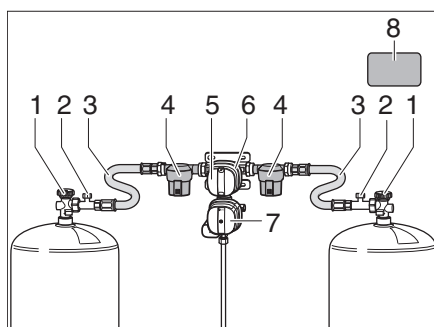
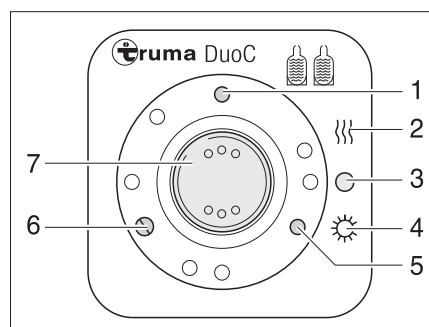
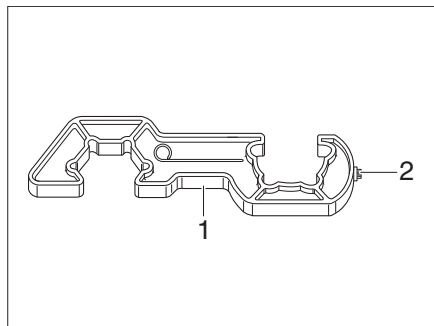
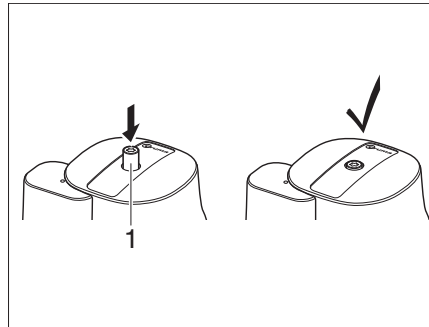

Fig. 70 Dispositif de commutation DuoControl
Fig. 71 Unité de commande
Fig. 73 Dispositif de vissage
Fig. 74 Crash-Sensor
Le dispositif de commutation DuoControl est constitué d'une robinetterie de commutation (Figure 70,6) et de l'unité de commande (Figure 71). La robinetterie de commutation est montée entre les flexibles de gaz (Figure 70,3). Avec le bouton rotatif (Figure 70,5) sur la robinetterie de commutation, on peut déterminer laquelle des bouteilles de gaz est la bouteille de service et quelle bouteille de gaz est utilisée comme bouteille de réserve.
La robinetterie de commutation (Figure 70,6) est équipée de l'installation de dégivrage du régulateur EisEx. On évite ainsi des dérangements de l'installation de gaz en hiver.
Avant la robinetterie de commutation se trouvent de chaque côté un filtre à gaz (Figure 70,4), lequel protège l'installation de gaz de l'encrassement par l'huile et des impuretés.
Seules les fonctions électriques peuvent être commandées sur l'unité de commande (Figure 71). Les robinets principaux des bouteilles de gaz (Figure 70,1) doivent être ouverts manuellement.
La robinetterie de commutation garantit une pression de gaz constante, indépendamment de la bouteille de gaz utilisée. Les deux voyants de contrôle sur l'unité de commande montrent le niveau de remplissage de la bouteille de service. Lorsque le voyant de contrôle vert (Figure 71,6) est allumé, la bouteille de service est pleine. Lorsque le voyant de contrôle rouge (Figure 71,5) est allumé, la bouteille de service est vide. L'alimentation en gaz se fait alors via la bouteille de réserve.
- Ouvrir les robinets principaux (Figure 70,1) sur les bouteilles de gaz.
- Avec le bouton rotatif (Figure 70,5) situé sur la robinetterie de commutation (Figure 70,6), sélectionner la bouteille de gaz à partir de laquelle le gaz sera utilisé principalement (bouteille de service). Toujours tourner le bouton rotatif à fond.
- Mettre le commutateur à bascule (Figure 71,7) sur "O" (Figure 71,3). Le voyant de contrôle jaune (Figure 71,1) s'éteint.
- Fermer les robinets principaux (Figure 70,1) sur les bouteilles de gaz.
Les voyants de contrôle de l'unité de commande (Figure 71,5 et 6) signalent à l'intérieur du véhicule si la bouteille de gaz est en état de marche.
Lorsque le voyant de contrôle vert (Figure 71,6) s'éteint pendant le fonctionnement et que le voyant de contrôle rouge (Figure 71,5) s'allume, la bonbonne de gaz sélectionnée comme bouteille de service est vide et doit être remplacée. La bouteille de réserve alimente les appareils à gaz.
- ▶ Pour visser et dévisser les flexibles à haute pression, utiliser le dispositif de vissage (Figure 73,1) fourni. Il assure le couple de serrage requis et prévient l'endommagement du raccord vissé par l'utilisation d'un outil incorrect.
- Fermer le robinet principal (Figure 70,1) sur la bouteille de gaz vide.
- Dévisser le flexible à haute pression (Figure 70,3) de la bouteille de gaz à l'aide du dispositif de vissage (Figure 73).
- Raccorder la bouteille de gaz pleine au flexible à haute pression (Figure 70,3).
- Ouvrir le robinet principal (Figure 70,1) sur la bouteille de gaz.
- Tourner le bouton rotatif (Figure 70,5) de la robinetterie de commutation (Figure 70,6) d'un demi-tour de manière à ce que la bouteille remplacée serve de bouteille de réserve.
- Appuyer sur le bouton (Figure 70,2) de la sécurité de rupture de flexible sur le tuyau flexible haute pression afin de l'activer.
- Le cas échéant, appuyer sur le bouton de réinitialisation (Figure 74,1) sur le Crash-Sensor.
- ▶ Tenir compte de l'autocollant de sécurité (Figure 70,8) sur le compartiment à gaz.
- Avec le Torx T20 (Figure 73,2), enfoncer le bouton de déverrouillage (Figure 74,1) sur le dispositif de vissage, tourner légèrement dans le sens des aiguilles d'une montre et maintenir pendant 5 secondes. Le Crash-Sensor est prêt à fonctionner lorsque le bouton de déverrouillage (Figure 74,1) reste en position abaissée.
- Après le remplacement de la bouteille de gaz, appuyer avec force sur le bouton vert (Figure 70,2) sur le flexible à haute pression (Figure 70,3).